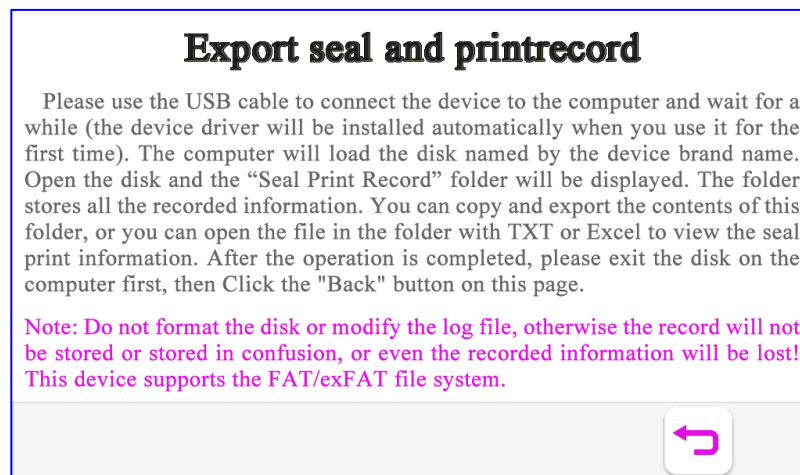

Figura 16 Exportación de registros
- Exportar información de registro de impresión de sello: haga clic en el botón "Exportar registro" en la esquina inferior izquierda de la configuración del sistema y conecte la computadora con el cable de datos USB para cargar el disco (disco extraíble, como una unidad flash USB). Después de abrir, verá la carpeta del registro de impresión del sello, que almacena toda la información del registro de impresión. Puede usar TXT o Excel para abrir la información del registro de impresión del sello dentro. La información del registro de impresión del sello se muestra en la Figura 16.